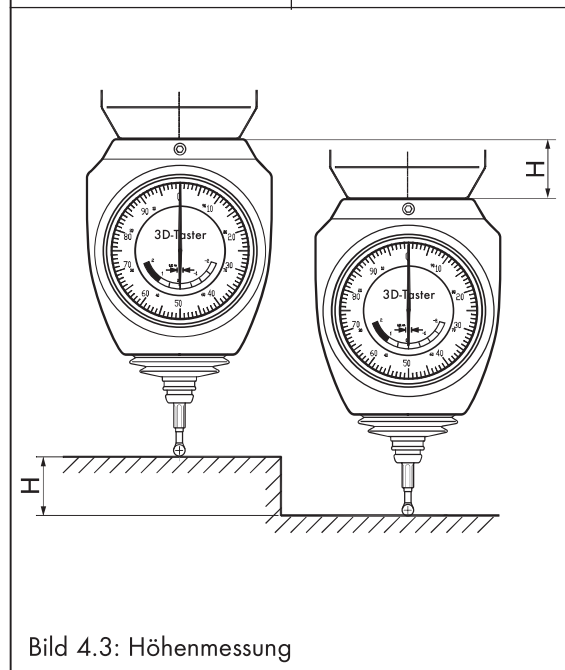

Bild 4.3: Höhenmessung
- Anzeige der Maschine (z-Achse) zeigt Höhendifferenz (Bild 4.3).